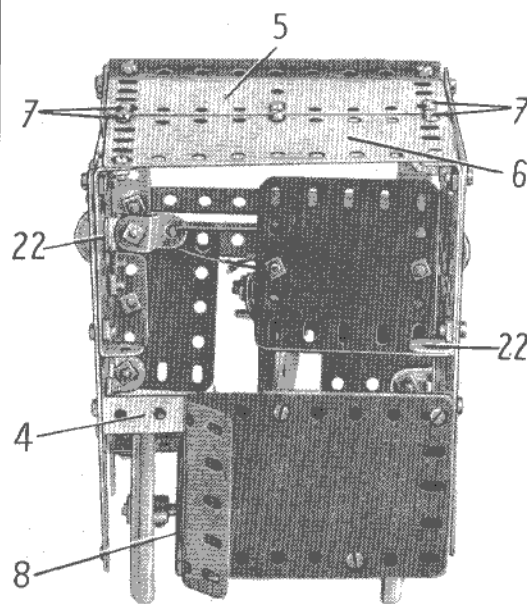

Fig. 4.26b
L'arrière est fixé sur un des côtés par une bande coudée de  $60 \times 12$  mm. et sur l'autre par une bande coudée de  $38 \times 12$  mm. (4). La plaque flexible est en partie repliée sur la figure 4.26b. Le toit est constitué par une plaque à charnières (5) et par une plaque flexible de  $11,5 \times 6$  cm. (6) fixés sur les côtés par des équerres et des bandes coudées de  $60 \times 12$  mm. (22). Ces plaques sont réunies entre elles d'un côté par une bande coudée de  $60 \times 12$  mm., de l'autre par un support plat et au centre par un disque de 35 mm. placé sous le toit. La bande coudée et le support plat sont tenus par les boulons (7), le disque par les boulons (23). Le plancher est constitué par une plaque à rebords de  $14 \times 6$  cm. (8) fixée au bord